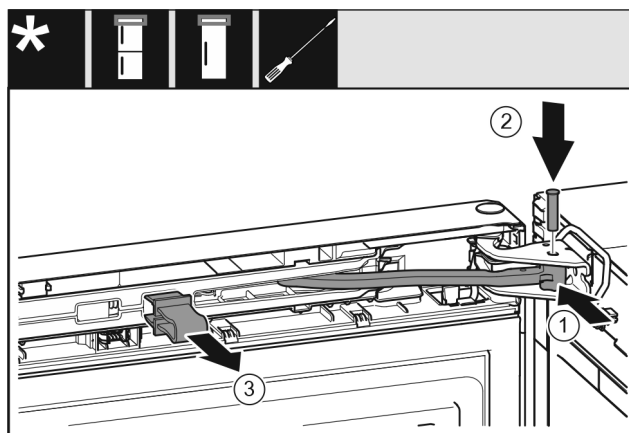

Fig. 72
- ▶ Tourner la jointure Fig. 72 (1) dans le support de palier.
- ▶ Insérer l'axe Fig. 72 (2) dans le support de palier et la jointure. Veiller à ce que l'ergot soit bien en place dans la rainure.
- ▶ Retirer la fixation Fig. 72 (3).